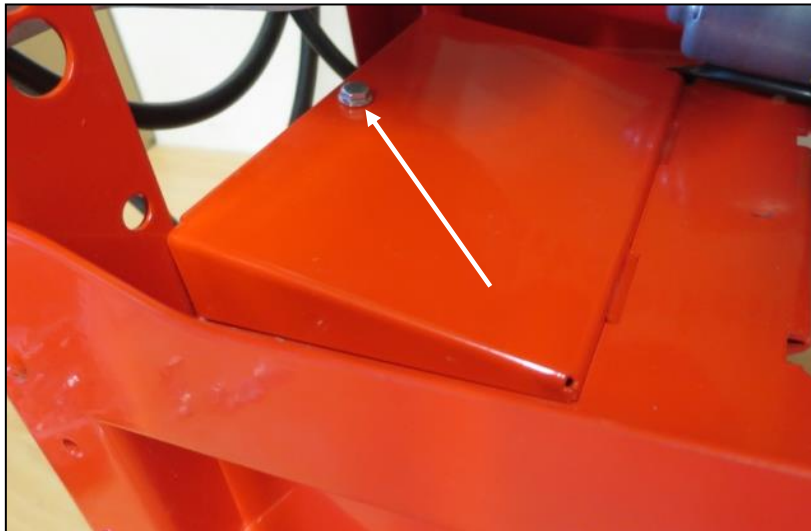

Abb.: 68
- Damit Sie den Streutellermotor elektrisch abschließen können, lösen Sie die in Abb.: 68 gekennzeichnete Schraube und nehmen Sie den Deckel ab.